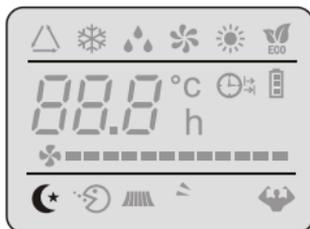

Рис. 16
- Оставьте расстояние между прибором и стеной или потолком, как показано на рисунке (Рис. 16).
5. Оставьте расстояние между прибором и какими-либо объектами, как показано на рисунке (Рис. 16), чтобы обеспечить свободную циркуляцию воздуха.